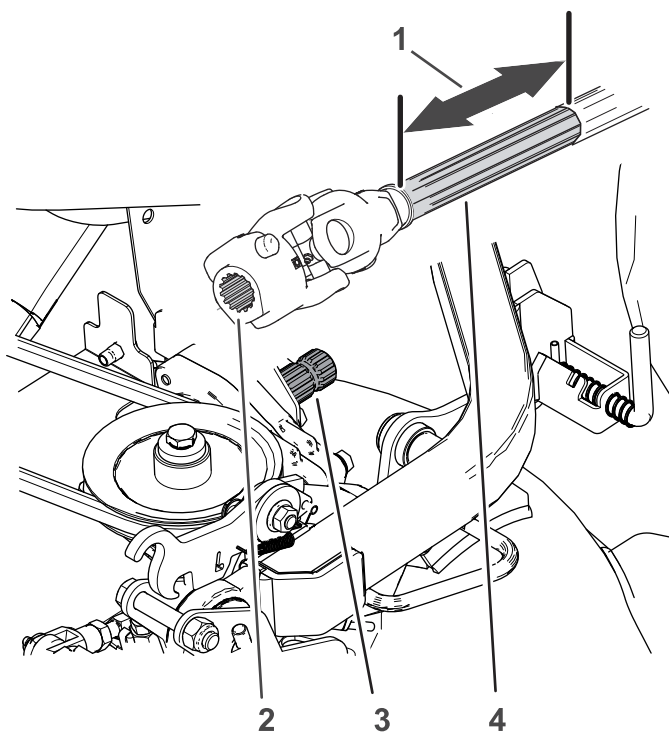

Figura 49
2. Spingete in avanti la metà anteriore dell'albero di trasmissione (Figura 49) di circa 25 cm.
3. Pulite con un panno le scanalature dell'albero della scatola ingranaggi e quelle dell'albero di trasmissione (Figura 49).
4. Pulite con un panno la superficie scorrevole della parte anteriore dell'albero di trasmissione (Figura 49).
5. Applicate un composto antigrippaggio sulle scanalature dell'albero della scatola ingranaggi e dell'accoppiamento del giunto cardanico (Figura 49).
6. Applicate un composto antigrippaggio alla superficie scorrevole della parte anteriore dell'albero di trasmissione (Figura 49).